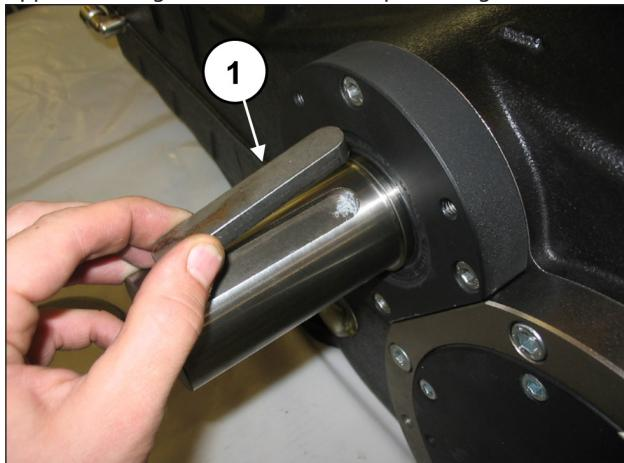

Fig. 102
Appicare la linguetta sull'albero PTO (pos. ①, Fig. 102).